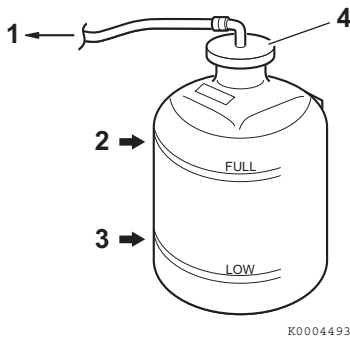

Figure 12
5. Vérifiez le niveau du réfrigérant dans le réservoir. Le niveau doit être situé à la marque **FULL (Figure 12, (2))**. Ajoutez du liquide de refroidissement si besoin est.
6. Enlevez le bouchon du réservoir (**Figure 12, (4)**) pour ajouter du réfrigérant si nécessaire. N'ajoutez pas d'eau.
8. Vérifiez le tuyau en caoutchouc (**Figure 12, (1)**) qui relie le réservoir au réservoir du liquide de refroidissement / échangeur thermique. Remplacez-le s'il est endommagé.